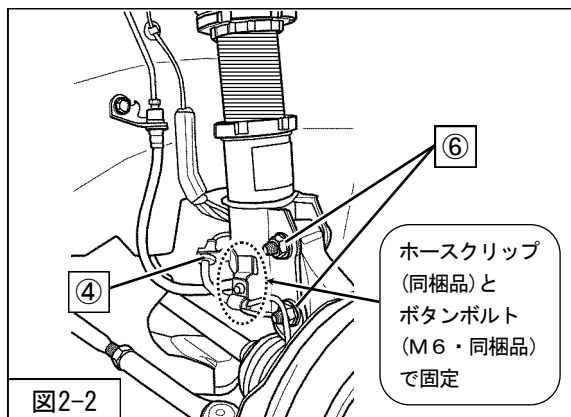

図2-2
を取付けてください。（図2-2）
- 4. ホイールセンサーケーブルをホースクリップ（同梱品）とボタンボルト（M6・同梱品）（締付トルク：7~9.8N・m）を使用しブラケットに固定してください。（図2-2）